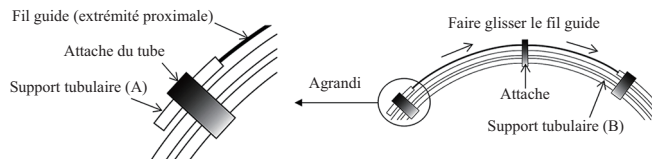

Figure 2
- Libérer le fil guide de l'attache et faire glisser lentement le fil guide, pousser l'extrémité distale du fil guide à travers le support tubulaire (B) (Figure 2).